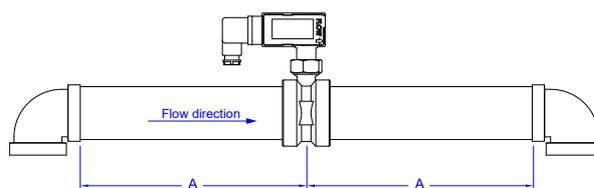

fig.6.
L'SFC deve essere installato in una tubazione dritta, lontano da filtri o valvole, ecc. Sia a monte sia a valle dell'unità deve essere disponibile un tratto di tubo senza impedimenti pari ad almeno 5 volte il diametro del tubo (vedi fig.6). Nota: Se il flussostato viene utilizzato come regolatore di portata minima, è necessario aggiungere un altro dispositivo a valle del primo per l'attivazione della condizione di allarme.
La lunghezza del tubo (A) deve essere superiore a cinque volte il diametro del tubo (fig. 6).